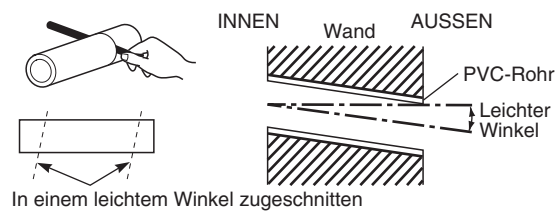

Abb. 3-17
- (9) Die Dicke der Wand von innen nach außen messen, und PVC-Rohr leicht angeschrägt auf die Wanddicke zuschneiden. Das PVC-Rohr in die Wand einsetzen. (Abb. 3-17)